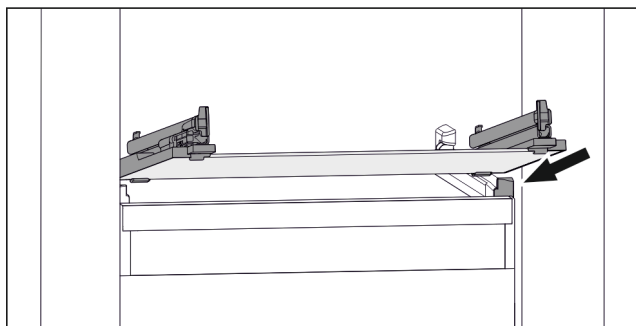

Fig. 77 Rappresentazione esemplificativa del ripiano in vetro
- ▶ Applicare il ripiano in vetro obliquamente dietro i fermi. (vedere Fig. 77)